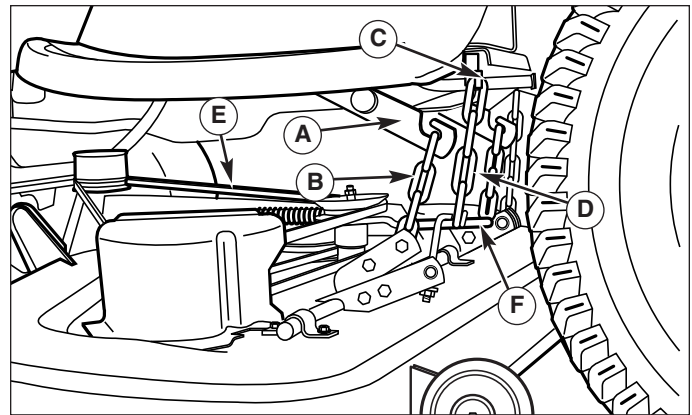

Figure 14. Relevage de tondeuse
4. Déconnecter le crochet extérieure (D, Figure 14) de la patère (C). Refaire la même chose de l'autre côté.
4. Connecter les chaînes de levage (B, Figure 14) aux crochets de levage du tracteur (A).
6. Connecter les chaînes extérieures (D, Figure 14) à la patère (C).
7. Voir la Figure 14. En partant du côté gauche du tracteur, utiliser le bras de tension (D) pour relâcher la tension de la courroie. Installer la courroie (C) sur la poulie de la PDF.